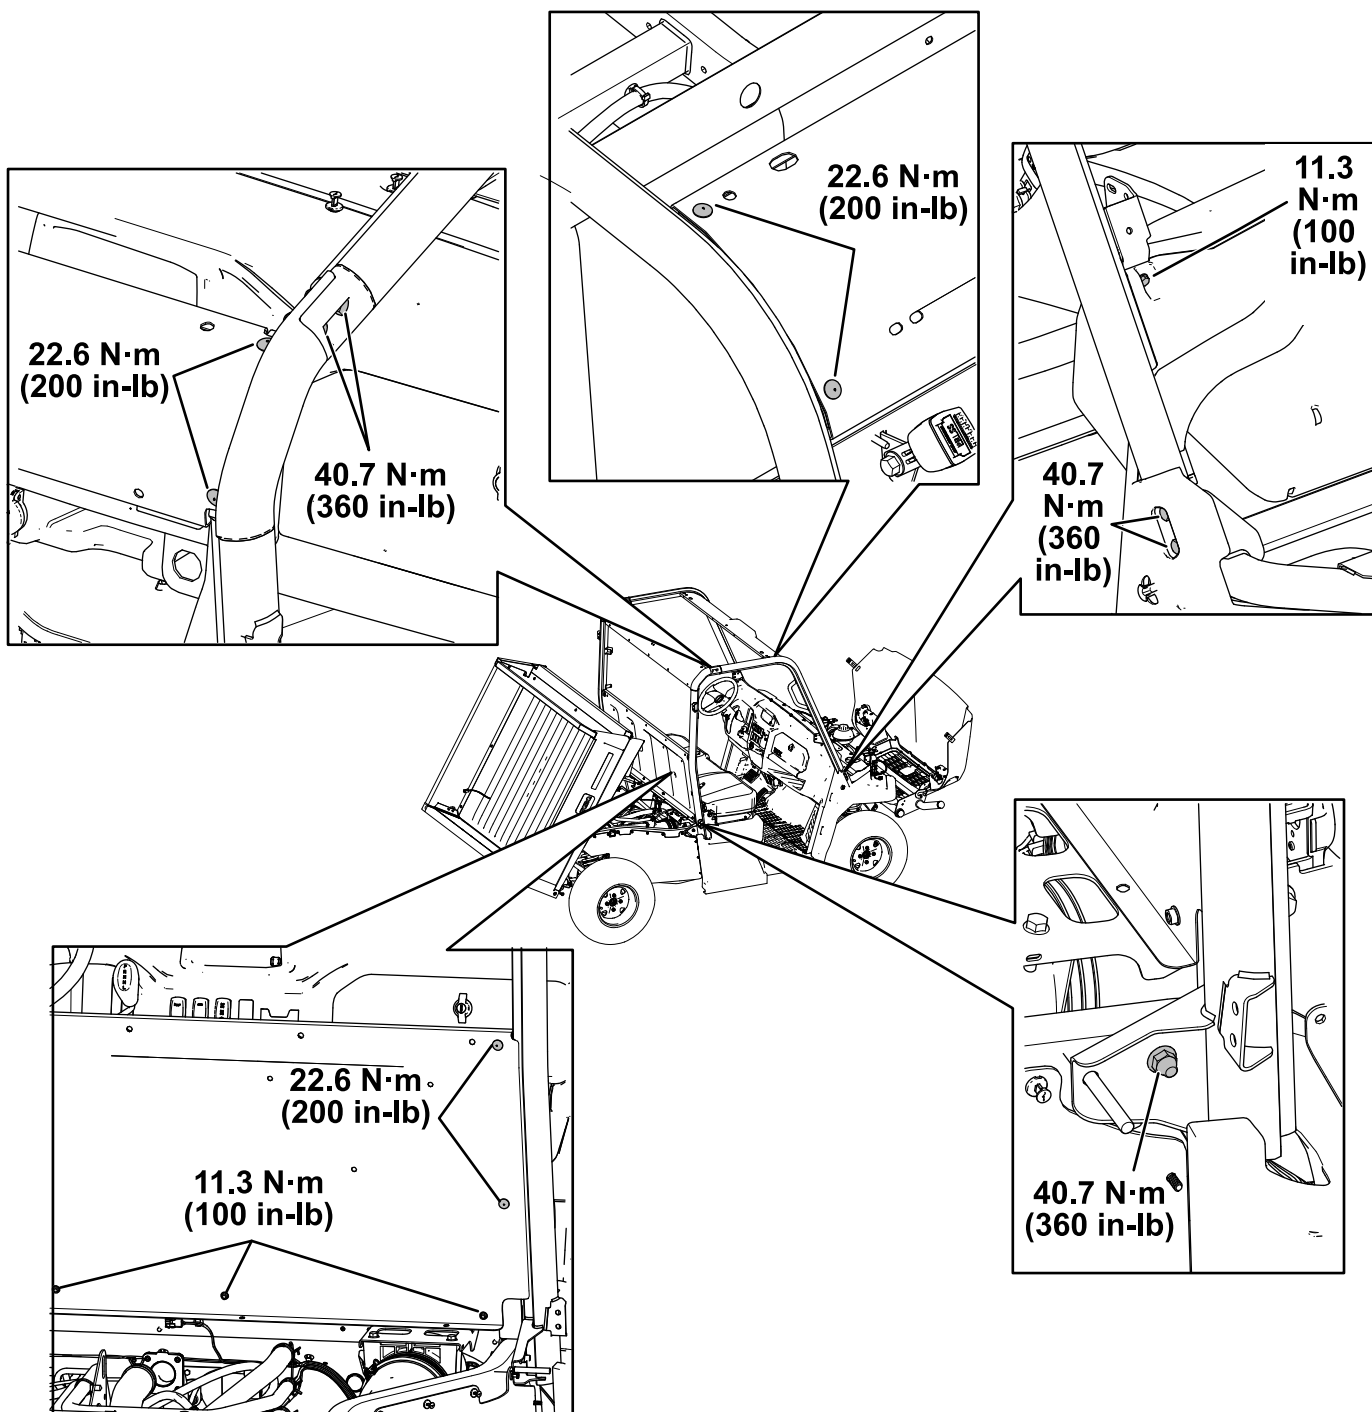

Figura 20
15. Apriete las fijaciones según las especificaciones indicadas en la Figura 20.